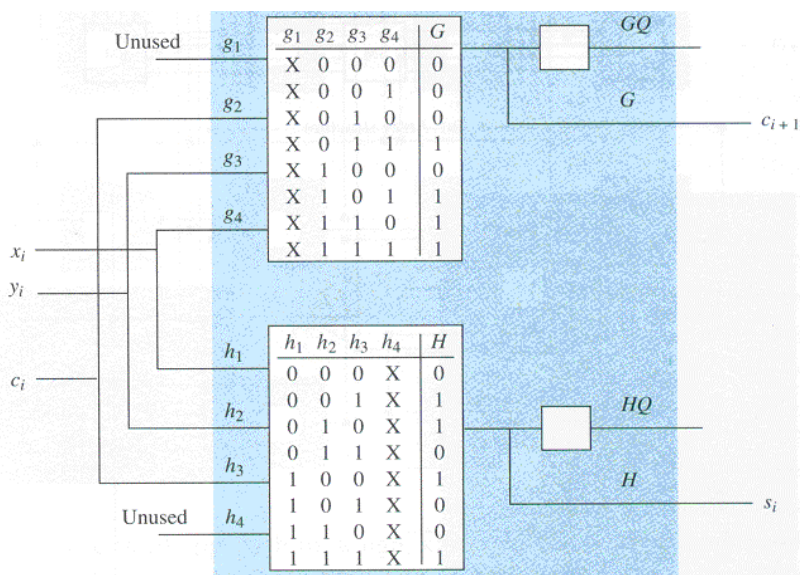

Figura 3.2 Somador completo (c_{i+1} s_i) implementado com uma PLB
A Figura 3.2 mostra como implementar um somador completo de 1 bit em uma PLB. Repare que a LUT superior (G) reproduz a tabela da verdade do vai-um (c_{i+1}) e a inferior (H) contém a tabela da verdade do i -ésimo bit da soma (s_i). Como são funções de três variáveis, uma das entradas de cada LUT não é utilizada. No caso da LUT G, por exemplo, a entrada g_1 foi deixada em aberto, e portanto o conteúdo da LUT deve ser o mesmo tanto para $g_1 = 0$ como para $g_1 = 1$ (na figura, isto é indicado com X na coluna g_1 de endereços). Analogamente, na LUT H, a entrada h_4 não foi utilizada.